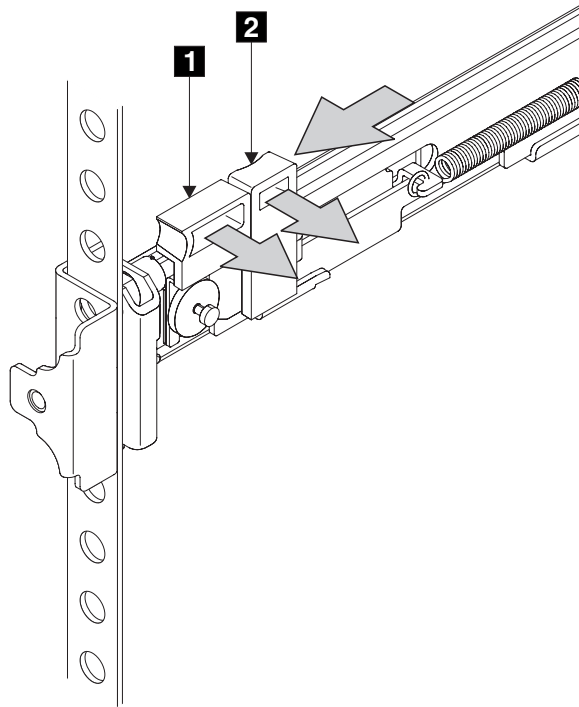

図45. ラッチ・ロック・キャリア・アセンブリーを閉じる
8. ラッチ・ロック **2** (69 ページの図 45) をレールから押し出して、キャリアを解放します。ラッチ・ロック・キャリアがラックの前方向にスライドし、位置決めピンが、前部フランジの穴と前部レール・ブラケットの穴を通して突き出ます。